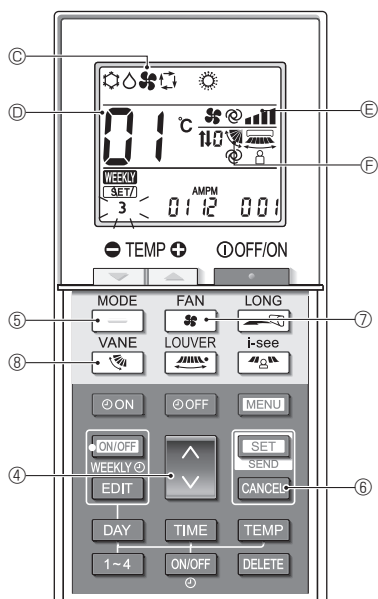
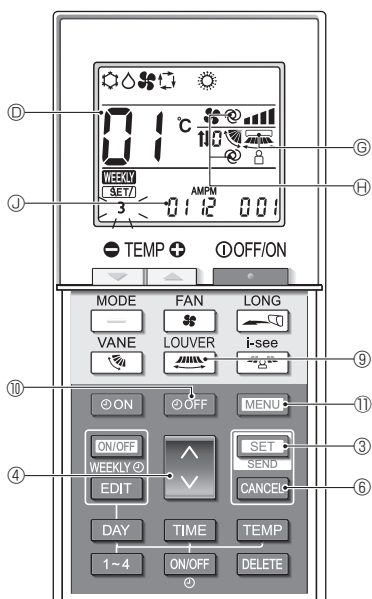

Fig. 6-2
Fig. 6-3
(Fig. 6-2, Fig. 6-3)
- Если настройка неверна, нажмите кнопку ⑥ и повторите процедуру, начиная с шага 1.
6.4. Выполнение настроек (Fig. 6-3)